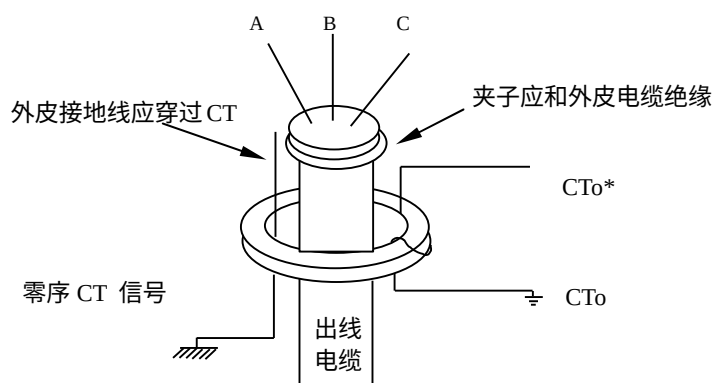

图 9.2
a) PT信号采用开口三角形接线方式，CT信号采用套装零序 CT的方法，且极性面朝上，零序 CT二次非极性端接地。如图 9.2 所示